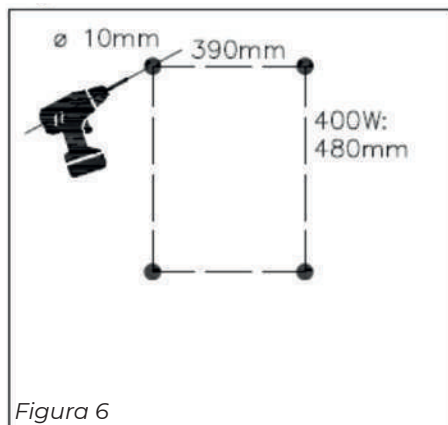

Figura 6
4. Faça dois furos superiores para os pinos de ancoragem com 390 mm de distância horizontal entre os furos (Figura 6).
5. Faça dois furos inferiores para os bujões de parede com 390 mm distância horizontal entre os furos (Figura 6). A distância vertical entre os furos inferior e superior é aproximadamente 480mm